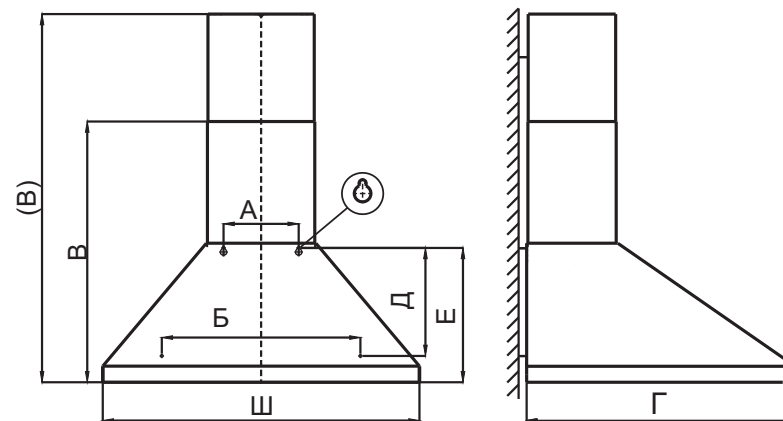

РИС. 3
(В) - высота зонта с максимально выдвинутой верхней фальштрубой (рис.3).
- 6.1 Крепление вытяжного зонта (рис.3):